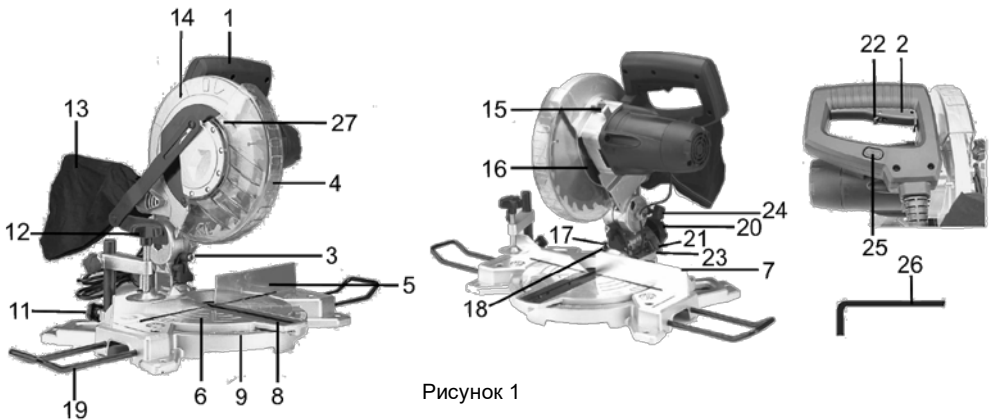

Рисунок 1
3.9 Для зберігання і зручного транспортування фіксуйте ріжучу головку в нижньому положенні. Для цього натисніть важіль блокування пристрою фіксації вертикального положення ріжучої головки (2, рисунок 1), опустіть ріжучу головку вниз і зафіксуйте її в нижньому положенні штифтом фіксації ріжучої головки (24, рисунок 1). Для робочого положення ріжучої головки розблокуйте її штифтом фіксації ріжучої головки (24). Дивіться рисунок 5.